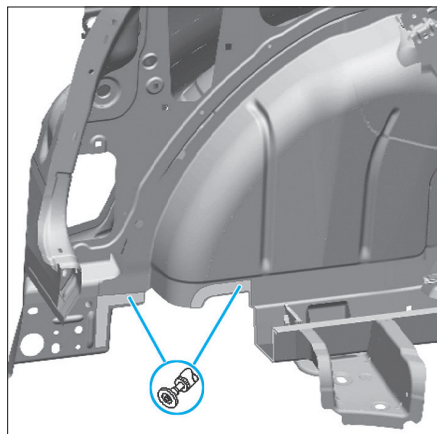

FIG. 162
- Préparer les zones d'accostages, puis poncer à nu les morceaux de tôle restants (Fig.162).